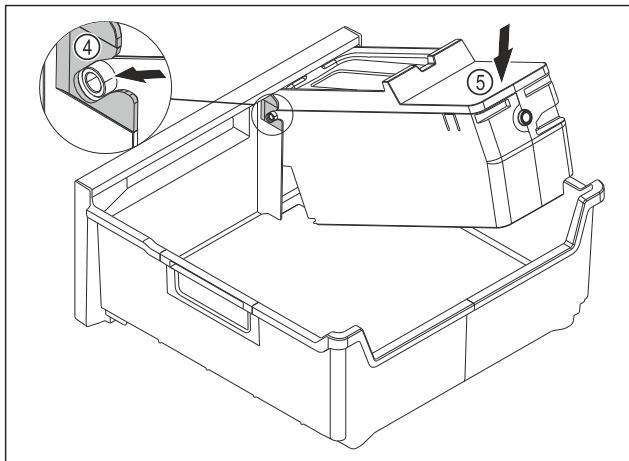

Fig. 216
- ▶ 安装 EasyTwist-Ice 机身：将 EasyTwist-Ice 机身的轴推入到导向装置 Fig. 216 (4)中。
- ▶ 朝下按压 EasyTwist-Ice 机身 Fig. 216 (5)后部。